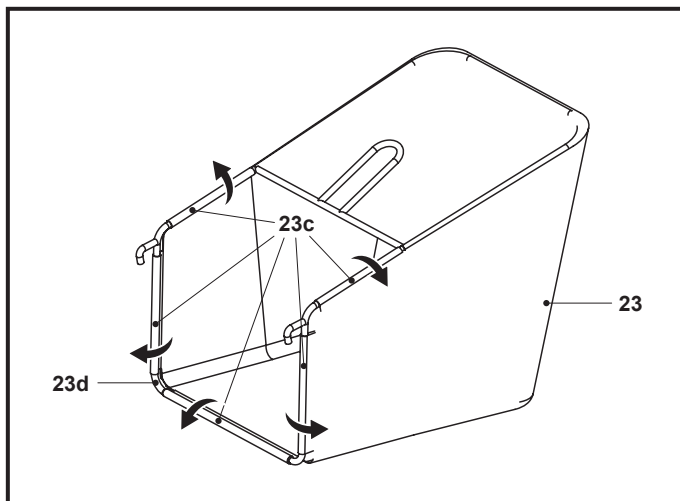

Fig. 4
1. Fixer les cinq clips en caoutchouc (23c) sur la tige de support (23d) du bac de ramassage (23) (Fig. 4) s'ils ne sont pas préassemblés à la livraison.
2. Le bac de ramassage (23) est maintenant prêt à l'emploi.